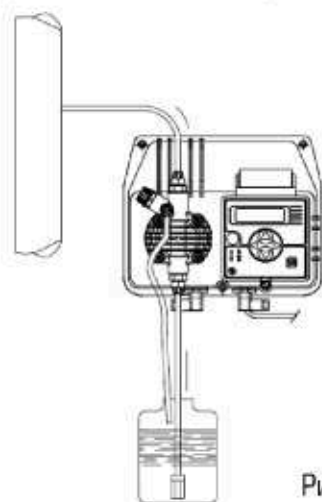
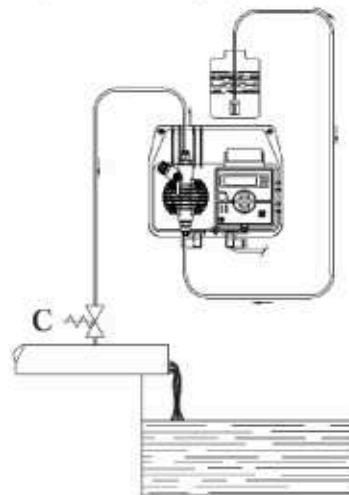

Рис. 5
Рис. 6
c. – Расположите насос, как показано на рис. 5, учитывая, что его можно устанавливать, как выше, так и ниже уровня дозируемой жидкости, при этом перепад уровней не должен превышать 2-х метров. Если система работает при атмосферном давлении (без обратного), а емкость с реагентами расположена выше насоса (рис. 6) необходимо часто проверять состояние клапана впрыска, т.к. его износ может вызвать попадание реагента в систему даже при выключенном насосе. Если данная проблема появляется, Вам необходимо установить антисифонный клапан **C** между точкой выброса и клапаном. Не устанавливайте насос над емкостью с химическими препаратами, выделяющими большое количество паров, за исключением случаев, когда емкость герметично закупорена.